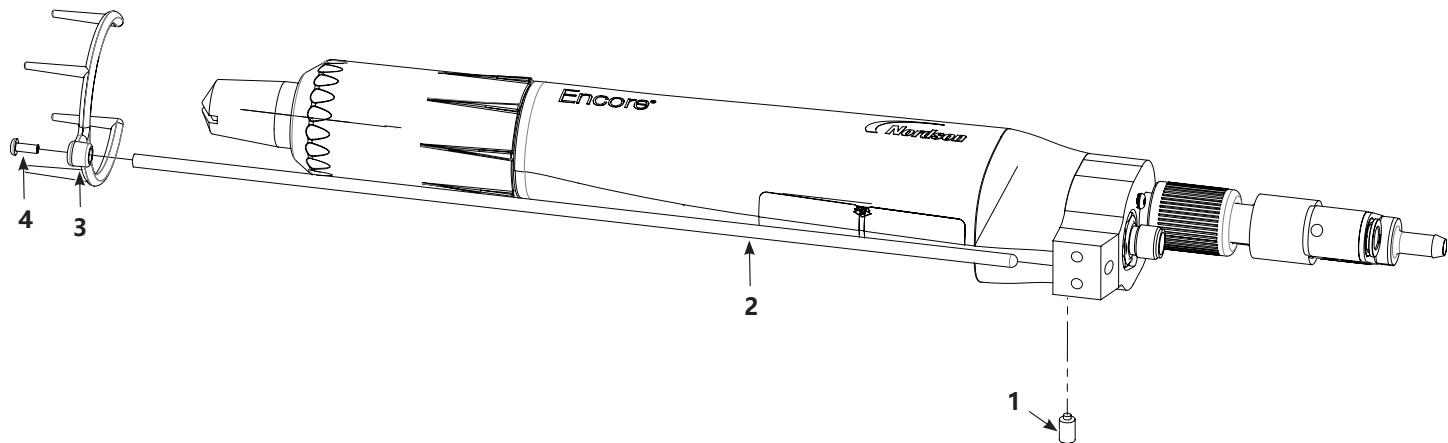

图 3-7 离子收集器安装 - 杆座喷枪 (为清楚起见, 部分零件未显示)
1. 参见图 3-7。将收集器杆 (1) 插入杆座适配器，然后使用离子收集器套件中附带的 M5 x 8 固定螺钉 (2) 将其固紧。
2. 使用 M3 x 8 螺钉 (4) 将多点尖端 (3) 装到收集器杆上。